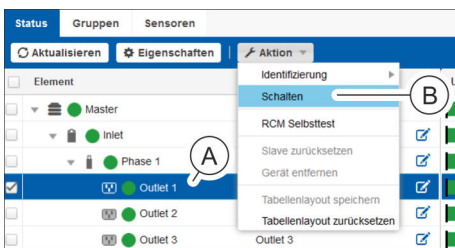

Abb. 102: Menü "Status" – Registerkarte "Status"
2. ➤ In der Registerkarte "Status" die gewünschte Steckdose bzw. Steckdosengruppe auswählen (Abb. 102/Ⓐ).
3. ➤ Über „Aktion → Schalten“ (Abb. 102/Ⓑ) das Fenster "Schalten" aufrufen.